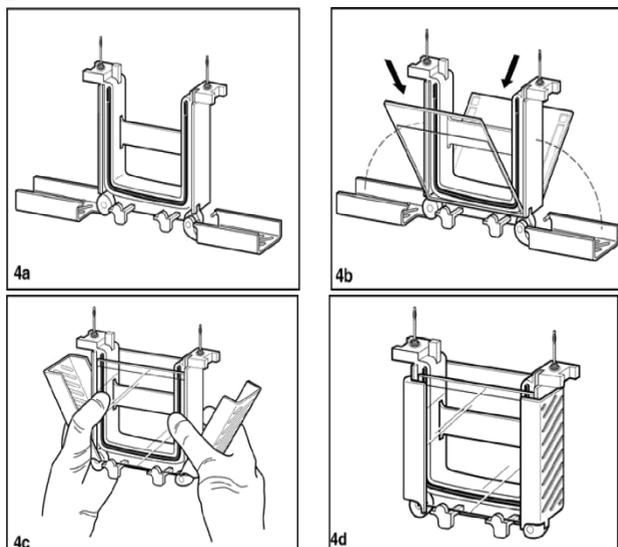

Рисунок 4: Установка модуля электрофореза
**а.** Установите зажимную рамку в открытое положение на чистой плоской поверхности (см. рис. 4а).
**б.** Поместите первый гелевый сэндвич или гелевую кассету (короткой пластиной внутрь) на гелевые подставки; гелевые подставки встроены в нижнюю часть зажимной рамы в сборе; с каждой стороны сборки имеется по две подставки. Обратите внимание, что теперь гель будет находиться под углом  $30^\circ$ , отклоняясь от центра зажимной рамки. Пожалуйста, соблюдайте осторожность при нанесении первого геля, следите за тем, чтобы зажимная рамка оставалась сбалансированной и не опрокидывалась. Теперь нанесите второй гель на другую сторону зажимной рамки, снова уложив гель на подставки. В этот момент два геля будут расположены под углом, по одному с каждой стороны зажимной рамки, отклоняясь от центра рамки (см. Рис. 4б).
**д.** Аккуратно прижимая гелевые кассеты с гелем к синим прокладкам одной рукой (поддерживая постоянное давление и надежно удерживая оба геля на месте), наденьте рычаги зажимной рамы на гели, фиксируя их на месте. В качестве альтернативы Вы можете взять весь узел обеими руками, следя за тем, чтобы гели не смещались, и одновременно установить оба рычага зажимной рамы на место (см. рис. 4с).